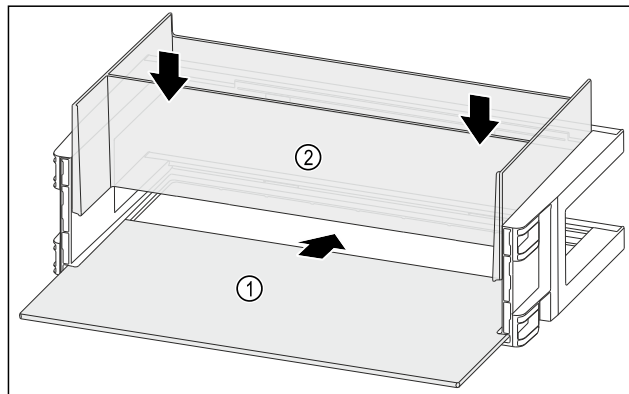

Fig. 122
- Insérer la tablette de rangement Fig. 122 (1) dans les évidements latéraux.
- Installer l'Organizer Fig. 122 (2).